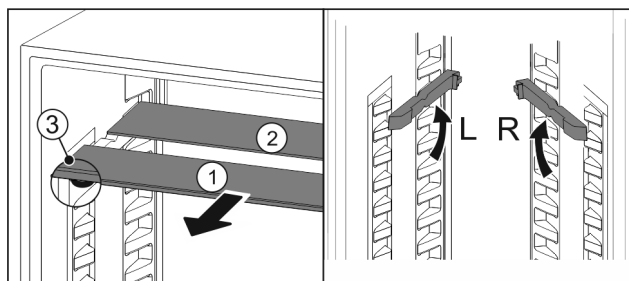

Fig. 140
- Húzza ki Fig. 140 (1) előre az üveglapokat egyesével.
- Az üveglap Fig. 140 (1) a díszleccsel előre néz.
- Az ütközők Fig. 140 (3) lefelé mutatnak.